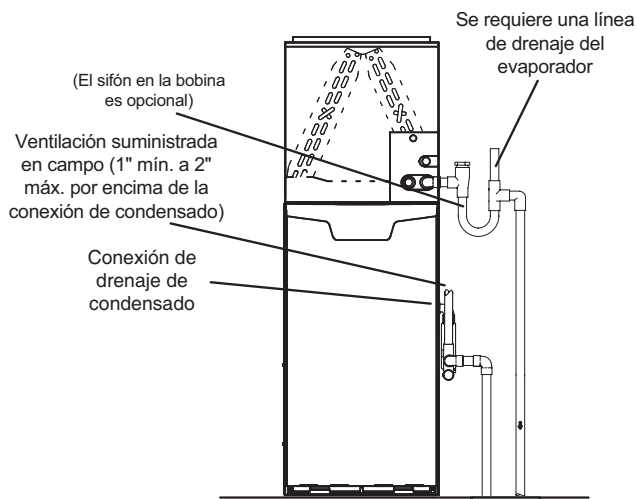
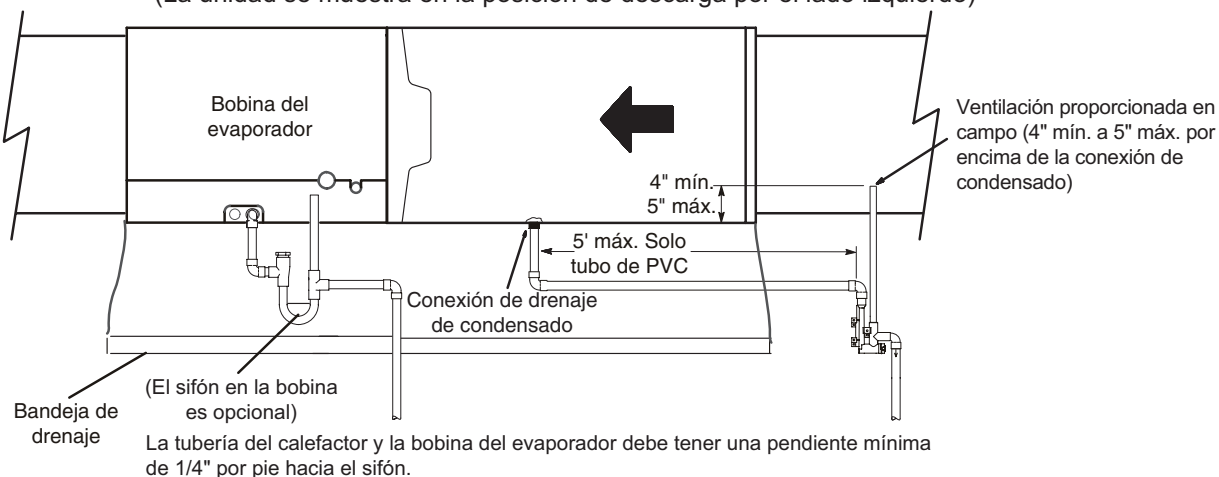
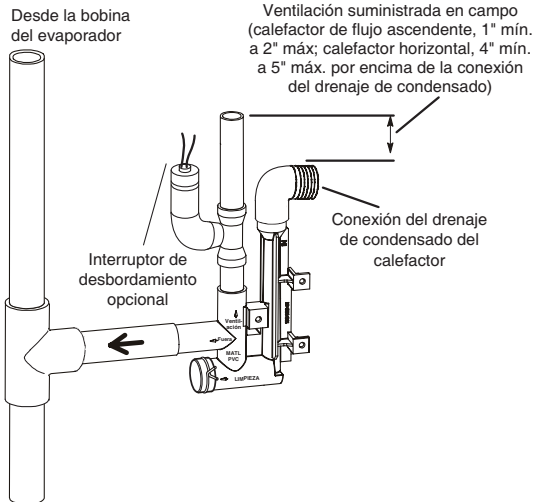
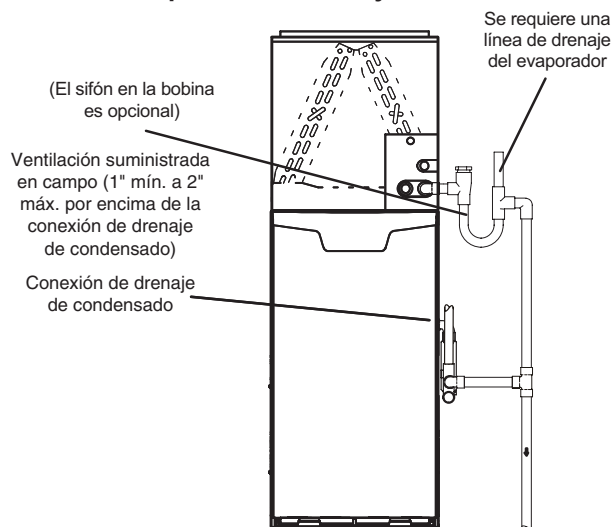

FIGURA 37
FIGURA 38
FIGURA 39
FIGURA 40
- 5 - En la FIGURA 37 y la FIGURA 38, se muestra el calefactor y el serpentín del evaporador con un drenaje separado. Si es necesario, la línea de condensado del calefactor y del serpentín del evaporador se pueden drenar juntas. Ver la FIGURA 39, FIGURA 40 y FIGURA 41. **Calefactor de flujo ascendente** (FIGURA 40) - En aplicaciones del calefactor de flujo ascendente, la ventilación proporcionada en el sitio debe ser de un largo mínimo de 1 pulg. hasta un largo máximo de 2 pulg. arriba de la conexión de la salida de drenaje de condensado. Cualquier largo de más de 2 pulg. puede inundar el intercambiador de calor si la línea de drenaje primario combinada tuviese una restricción. **Calefactor horizontal** (FIGURA 41) - En aplicaciones del calefactor horizontal, la ventilación proporcionada en el sitio debe ser de un largo mínimo de 4 pulg. hasta un largo máximo de 5 pulg. arriba de la conexión de la salida de drenaje de condensado. Cualquier largo de más de 5 pulg. puede inundar el intercambiador de calor si la línea de drenaje primario combinada tuviese una restricción.